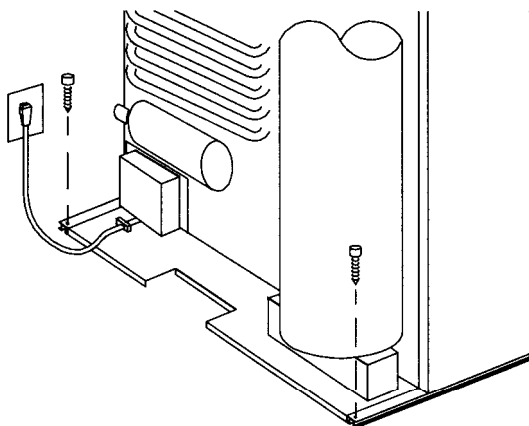

FIG. 6
C. Zwei Schrauben unten auf der **Rückseite**, siehe fig. 6.